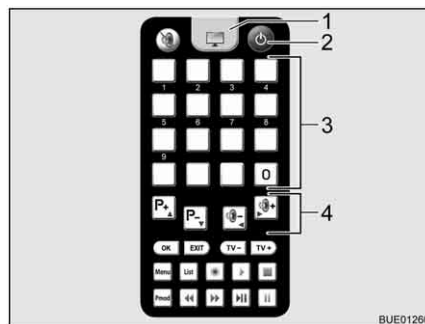

Fig. 33 Télécommande téléviseur
- Appuyer sur la touche "⏻" (Fig. 33,2) sur la télécommande du téléviseur. L'antenne passe dans le mode de recherche. Une tonalité continue retentit.
- Appuyer sur la touche de la télécommande du téléviseur (Fig. 33,1) pour passer sur réception sur le téléviseur. La tonalité disparaît. Une image apparaît à l'écran.
- Choisir la station désirée au moyen des touches de mémoire (Fig. 33,3) de la télécommande du téléviseur ou des touches de fonction (Fig. 33,4).